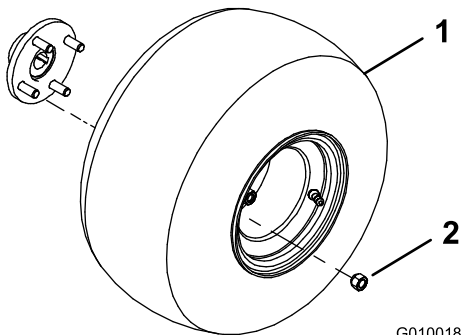

Bild 4
2. Montieren Sie an jeder Hinterradnabe ein Rad mit den vier Radmutter (**Bild 4**).